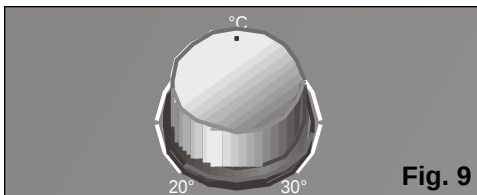

Fig. 9
- ❑ Coloque o termostato à temperatura desejada, **Fig. 9**. Se o equipamento se desligar automaticamente devido ao termostato, será necessário esperar até que a temperatura ambiente suba 2-3°C para que entre novamente em funcionamento.